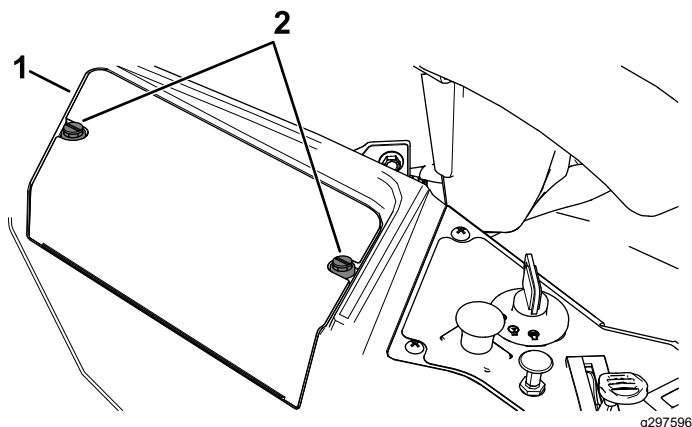

Figura 54
3. Allentate di 1/4 di giro in senso antiorario i 2 elementi di fissaggio sul coperchio della batteria, quindi rimuovete il coperchio della batteria (Figura 54).
6. Montate il coperchio della batteria spingendo verso il basso i 2 elementi di fissaggio e serrandoli in senso orario (Figura 54).